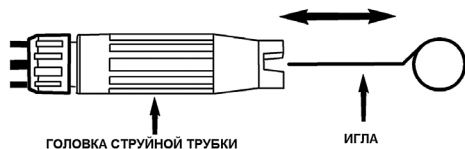

Рис. 13 Чистка форсунки струйной трубки
4. С помощью иглы для чистки форсунки струйной трубки (поставляется в комплекте) прочистите форсунку струйной трубки (Рис. 13).